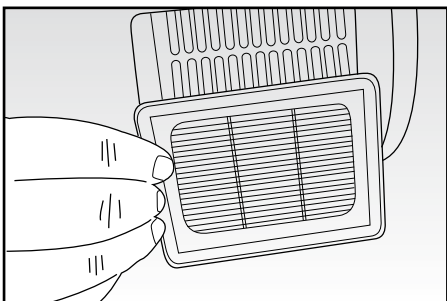

Fig. 14
- Pulire il filtro sotto l'acqua fredda e farlo asciugare (Fig. 14).